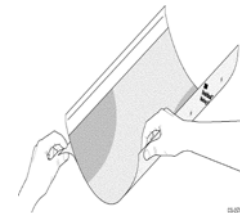

Bild 5
2. Die Folie / Grafik von unten nach oben aufrollen und Schutzpapier ca. 20 – 30 cm abziehen (Bild 5).